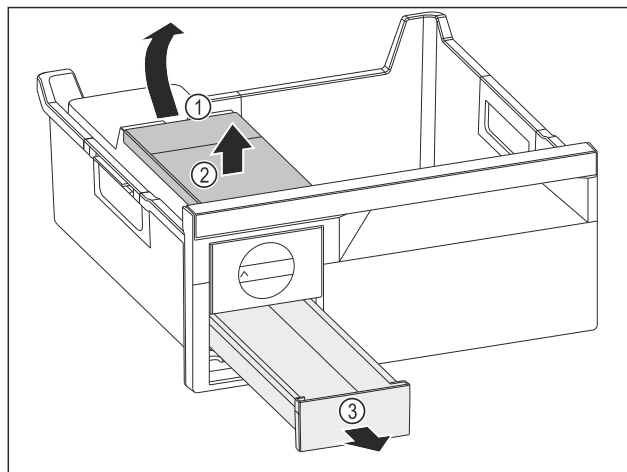

Fig. 182
- Retirer le réservoir d'eau : Soulever le réservoir d'eau hors de l'évidement Fig. 182 (1).
- Retirer le réservoir d'eau Fig. 182 (2) vers le haut.
- Retirer le compartiment à glaçons Fig. 182 (3) vers l'avant.